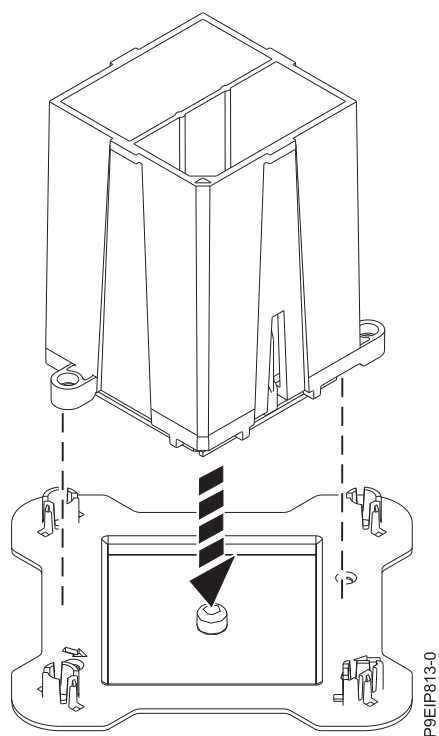

Figura 88. Colocando o módulo de processador do sistema em um ângulo na tampa superior do pacote
10. Segure o lado externo da ferramenta e levante a ferramenta e o módulo de processador do sistema do soquete. Coloque-os em ângulo na tampa superior do pacote do módulo de processador do sistema conforme mostrado na Figura 88 na página 77. Colocar o módulo de processador do sistema em ângulo na tampa superior do pacote do módulo de processador do sistema tornará mais fácil retirar e colocar no pacote depois de substituir o módulo de processador do sistema.